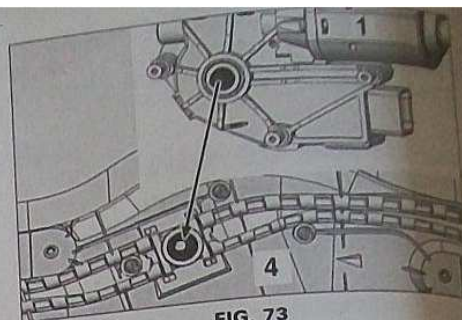

FIG. 73
Vérifier l'accouplement du motoréducteur (1) sur le mécanisme (4) (Fig.73).